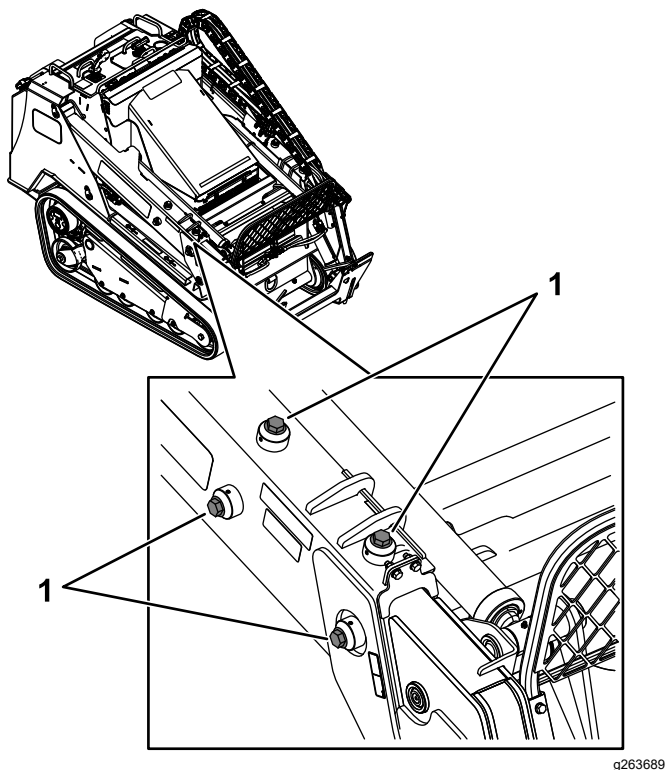

Figura 79
3. En cada brazo de carga, afloje el tornillo de fijación de los 4 tornillos de ajuste (Figura 79).